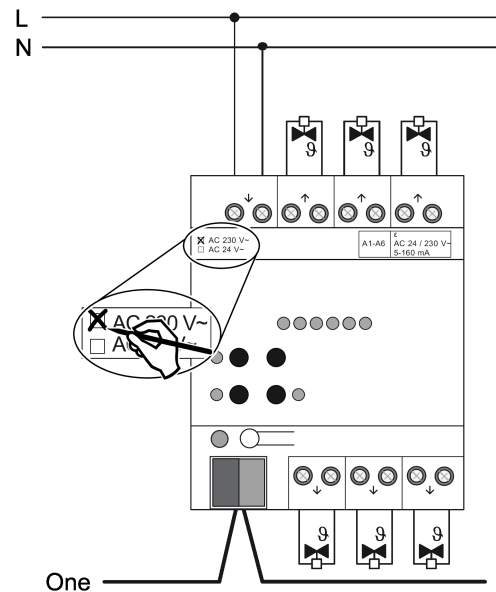

Figura 3: Collegamento attuatori 230 V
- Collegare gli attuatori AC 230 V secondo lo schema elettrico degli allacciamenti (Vedi figura 3).